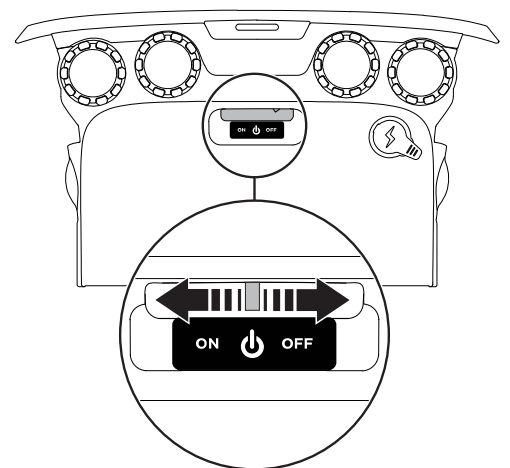

Abbildung 535. Hauptschalter.
11. Stellen Sie den Ersatzhauptschalter auf die Position AUS (OFF). Achten Sie im Hinblick auf die folgende Montage auf die Ausrichtung des neuen Hauptschalters. Die Ein-/Aus-Positionen müssen mit dem Aufkleber auf der Abdeckung übereinstimmen, siehe Abb. 535.
19. Stellen Sie den Hauptschalter auf Ein (ON), siehe Abb. 535.